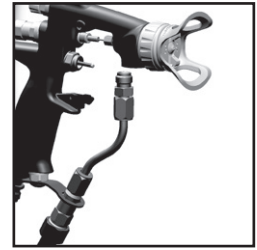

Bild 14
11. Tauschen Sie den Flüssigkeitsschlauch und den Abzug aus. (Siehe Bild 14 und 13)